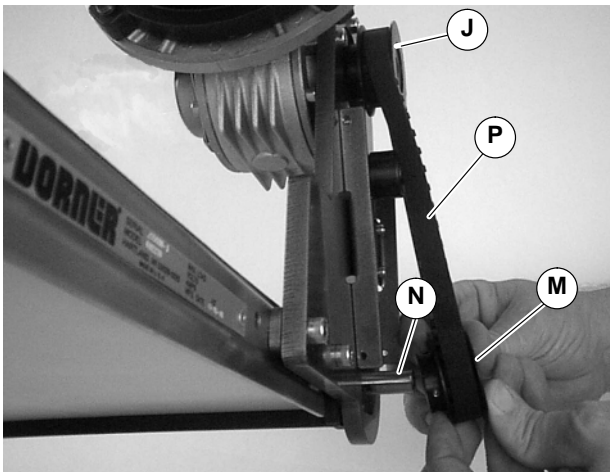

Abbildung 7
5. Paßfeder (N siehe Abbildung 7).